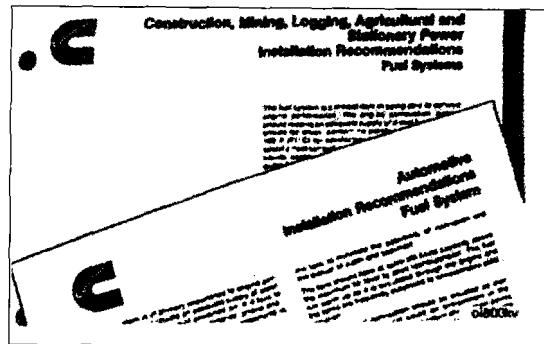

图 1-3 用户应具有该发动机燃油系统技术规范和使用要求
① 使用康明斯发动机的用户，应具有该发动机燃油系统技术规范文本，以及发动机数据表中适合于您的发动机和应用类型的使用要求，如图 1-3 所示。